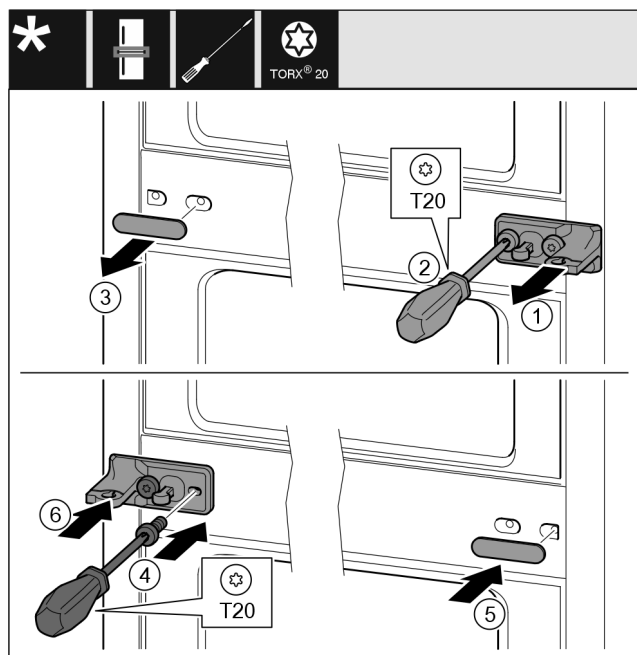

Fig. 10
- ▶ Stáhněte podložku. Fig. 10 (1)
- ▶ Šroubovákem T20 vyšroubujte šrouby. Fig. 10 (2)
- ▶ Opatrně stáhněte kryt. Fig. 10 (3)
- ▶ Stojan ložiska s fólií otočený o 180° pevně přišroubujte na druhé straně. Fig. 10 (4)
- ▶ Kryt otočený o 180° namontujte na druhé straně. Fig. 10 (5)
- ▶ Zepředu nasuňte podložku. Fig. 10 (6)